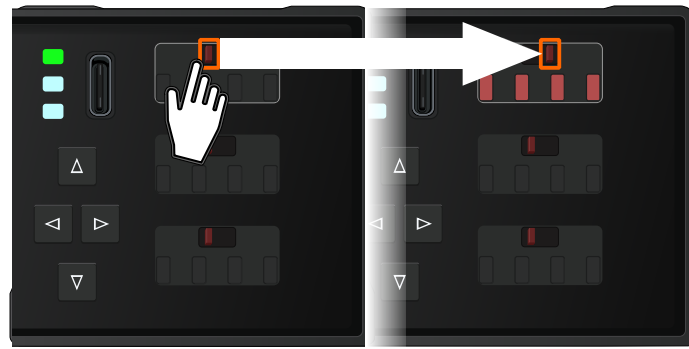

Abb. 43: Wichtig: Das Ändern des Zustandes eines Schauzeichens „von Hand“ schaltet auch das jeweilige Ausgangsrelais um.
2.	▷ Anschließend schalten Sie von Hand die Flx um auf den jeweils anderen Schaltzustand, wie in ↳ Abb. 43 gezeigt.